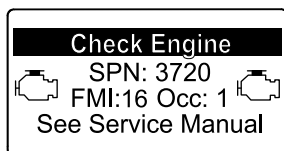

Bild 65
- Motorwarnung SPN 3720, FMI 16 (Bild 65)